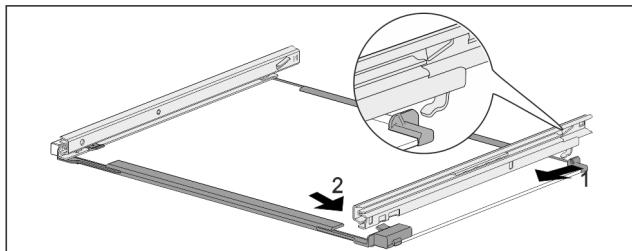

Fig. 82 Съклена плоча с релси
- Закачете релсата отзад. Fig. 82 (1)
- Фиксирайте релсата отпред. Fig. 82 (2)